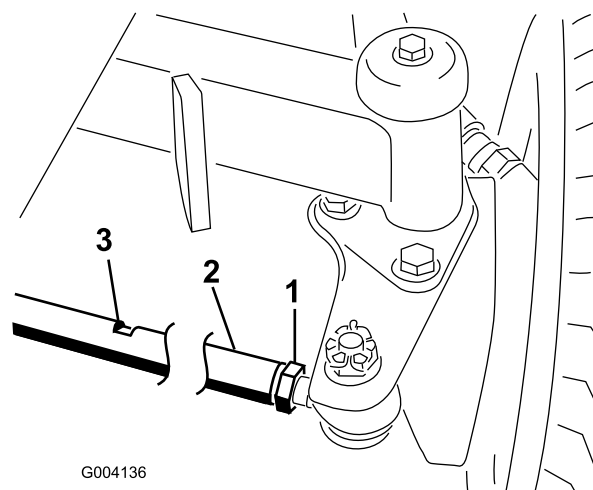

Figura 60
2. Desaperte a porca de bloqueio em cada extremidade da barra de direcção (Figura 60).